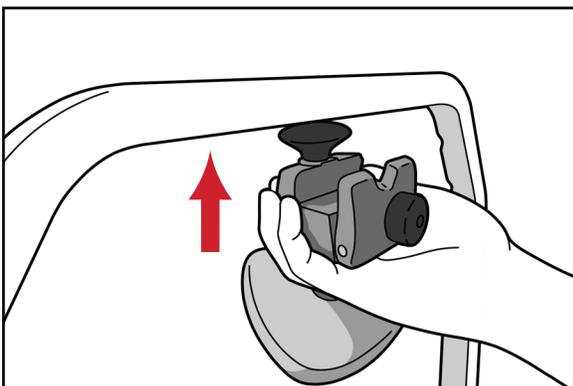

Abb. 3
1. Lösen Sie den Verriegelungsknopf und kippen Sie die vordere Platte der Kompressionsklemme nach hinten, bis sie um die Bridge passt (Abb. 3).